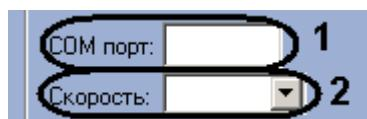

Рис. 3.2-3 Настройка подключения контроллера AAN через СОМ-порт
- 3.1 В поле **СОМ порт**: ввести номер СОМ-порта, через который контроллер AAN подключается к Серверу (Рис. 3.2-3, 1).
- 3.2 Из раскрывающегося списка **Скорость**: выбрать скорость подключения контроллера AAN через СОМ-порт (см. Рис. 3.2-3, 1).